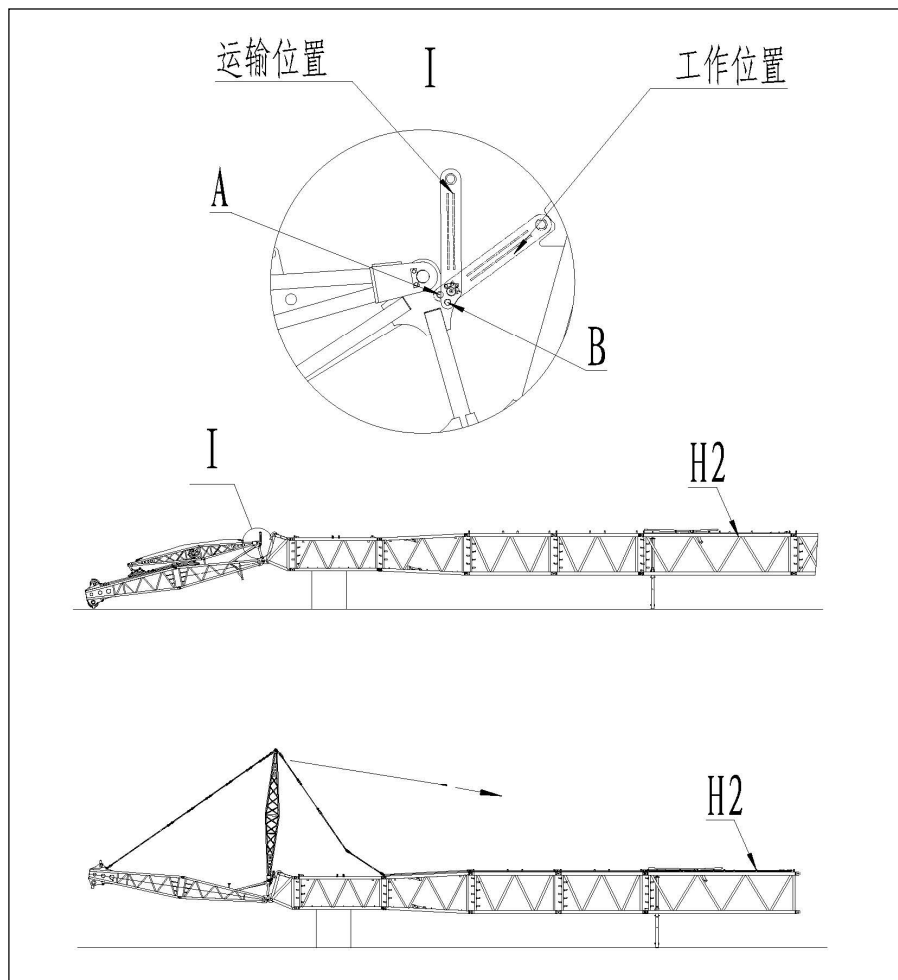

图 2.8.2
2.8.2 组装固定副臂臂节（图 2.8.2）
- 1、用吊带将固定副臂（图2.8.2）连接到辅助吊车上，吊离拖车并将固定副臂臂根移动到固定副臂过渡臂头连接处；